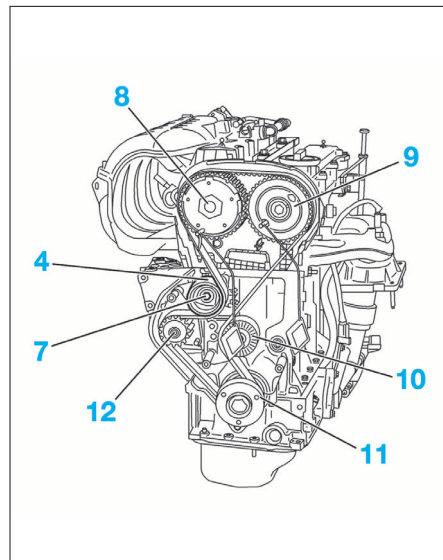

FIG. 27
- Mettre en place la courroie de distribution en partant de la roue dentée d'arbre à cames d'admission (8), poursuivre par la roue dentée d'arbre à cames d'échappement (9), le galet enrouleur (10), la roue dentée de vilebrequin (11) (Fig.27).
- Poursuivre la mise en place de la courroie par la roue dentée de pompe à eau (12) et le galet tendeur (4) (Fig.27).